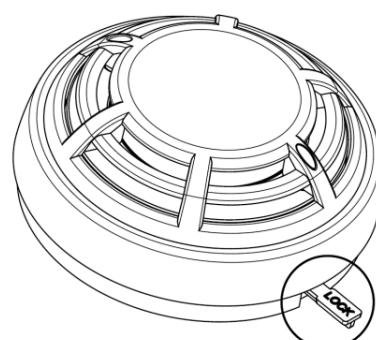

Fig.4
- Si le détecteur est verrouillé sur la base, pour la déverrouiller, insérez d'abord la clé à l'emplacement spécifié (**Fig. 4**) et faites tourner le détecteur dans le sens antihoraire;